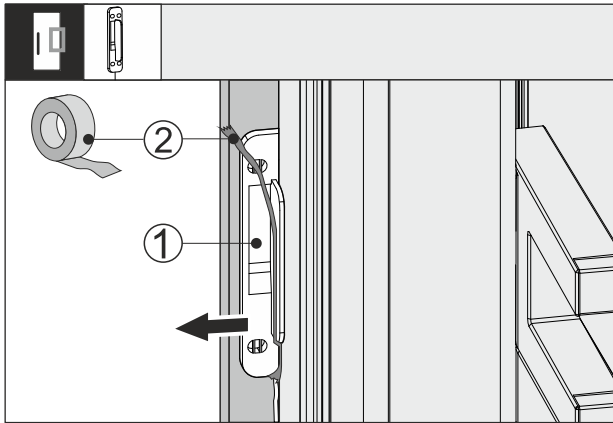

Fig. 64
- ▶ 将胶带 Fig. 64 (2) 从敲门传感器 Fig. 64 (1) 上撕掉。